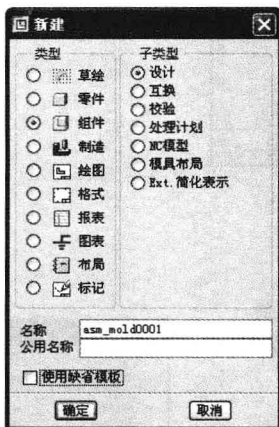
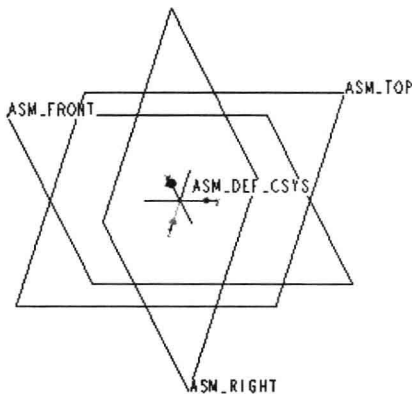

图 1-2 “新建”对话框
图 1-3 装配基准
(1) 新建一个文件夹，修改其名称为 01-2-1，将配套光盘中的文件“junctionbox.prt”复制到该文件夹中。选择主菜单中的“文件”|“设置工作目录”命令，在弹出的“选择工作目录”对话框中，指定工作目录为 01-2-1 文件夹，单击“确定”按钮。
(2) 单击“新建”按钮，系统弹出“新建”对话框，在“类型”选项组中，选择“组件”单选按钮，在右边的“子类型”选项组中选择“设计”单选按钮，在“名称”文本框中输入模具名称“asm_mold0001”，完成设置的“新建”对话框如图 1-2 所示。取消“使用缺省模板”复选框，单击“确定”按钮，选择 mmns_asm_design 模板，最后单击“确定”按钮进入装配设计工作界面。其中装配设计工作环境的绘图区域中包含三个装配基准平面，分别为 ASM_TOP、ASM_FRONT 和 ASM_RIGHT，以及装配基准坐标系 ASM_DEF_CSYS，如图 1-3 所示。